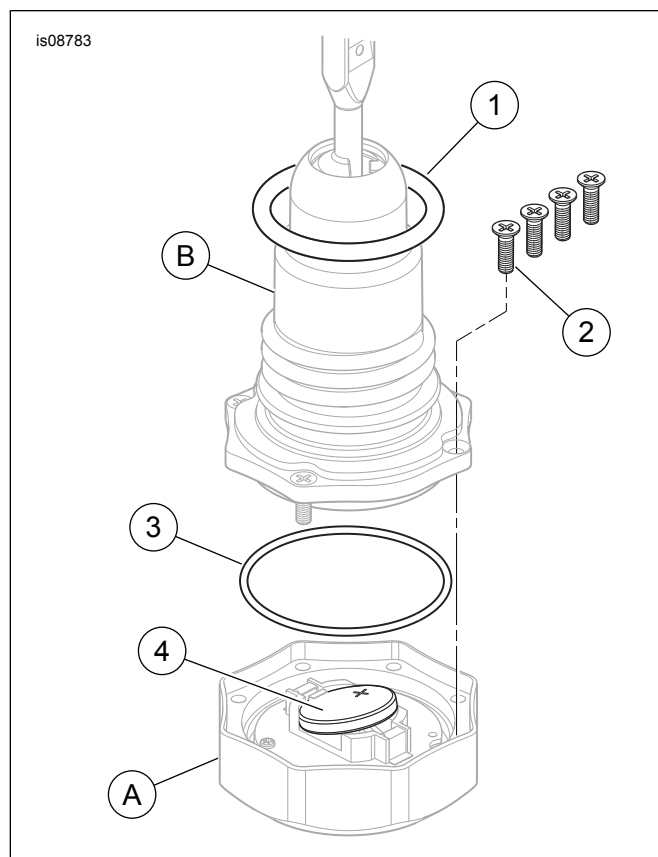

Figure 3. Kit d'entretien de jauge d'huile
Un kit d'entretien de jauge d'huile (numéro de pièce 91800066), qui comprend des joints toriques, des vis et une batterie de rechange CR 2032 est offert pour certains modèles (voir Tableau 1 and Figure 3).
Consultez Figure 3 . Faire preuve de prudence au moment de séparer le boîtier d'affichage supérieur (A) et l'ensemble de jauge d'huile inférieur (B).
1. Retirer les quatre petites vis cruciformes (2) situées sous le boîtier de l'écran.
- Pour certains modèles, l'achat du kit d'entretien de jauge d'huile (no de pièce 91800066) en vente dans les concessionnaires Harley-Davidson est nécessaire. Ce kit comprend des joints toriques, des vis **et** une batterie CR 2032 de recharge (see Figure 3 and Tableau 1).
Consultez Figure 3 . Marquer les composants du boîtier de l'écran (A) et de la jauge d'huile inférieure (B) avant le démontage pour permettre l'assemblage avec le même alignement rotationnel. Faire preuve de prudence en séparant les deux composants.
3. Noter l'orientation de la batterie. Insérer délicatement un poinçon ou un petit tournevis sous la batterie (4). Soulever délicatement la batterie et la mettre de côté. Insérer la nouvelle batterie comme indiqué. Enfoncer la batterie en place.